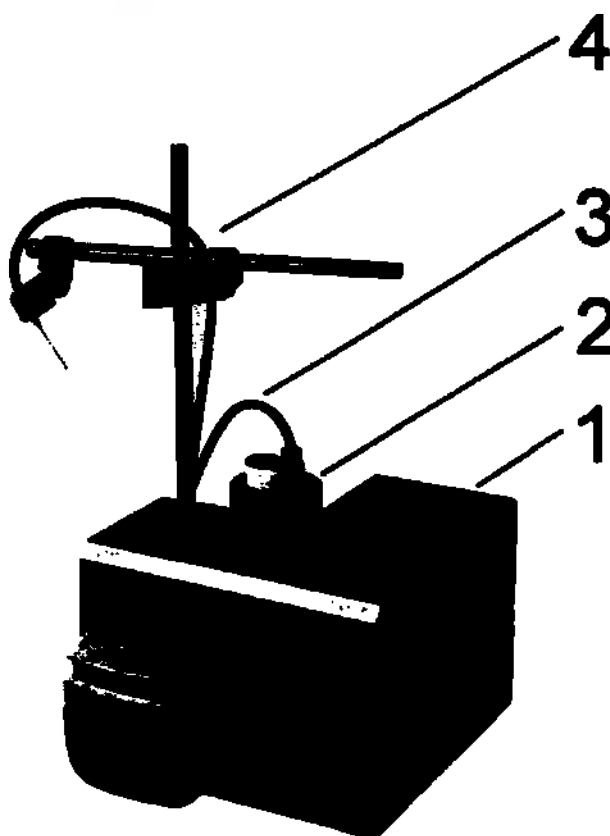

Рисунок 127 - Автоматический податчик масла. Общий вид. 1 - контроллер PL220, 2 – емкость для иммерсионного масла, 3 – трубка, 4 – штатив.
Автоматический податчик масла (Рисунок 127) предназначен для подачи необходимого количества иммерсионного масла на предметное стекло в нужный момент времени.
2. Контроллер PL220 (поз. 1, Рисунок 127);
3. Емкость для иммерсионного масла (поз. 2, Рисунок 127);
4. Трубка (поз. 3, Рисунок 127);
5. Штатив (поз. 4, Рисунок 127).